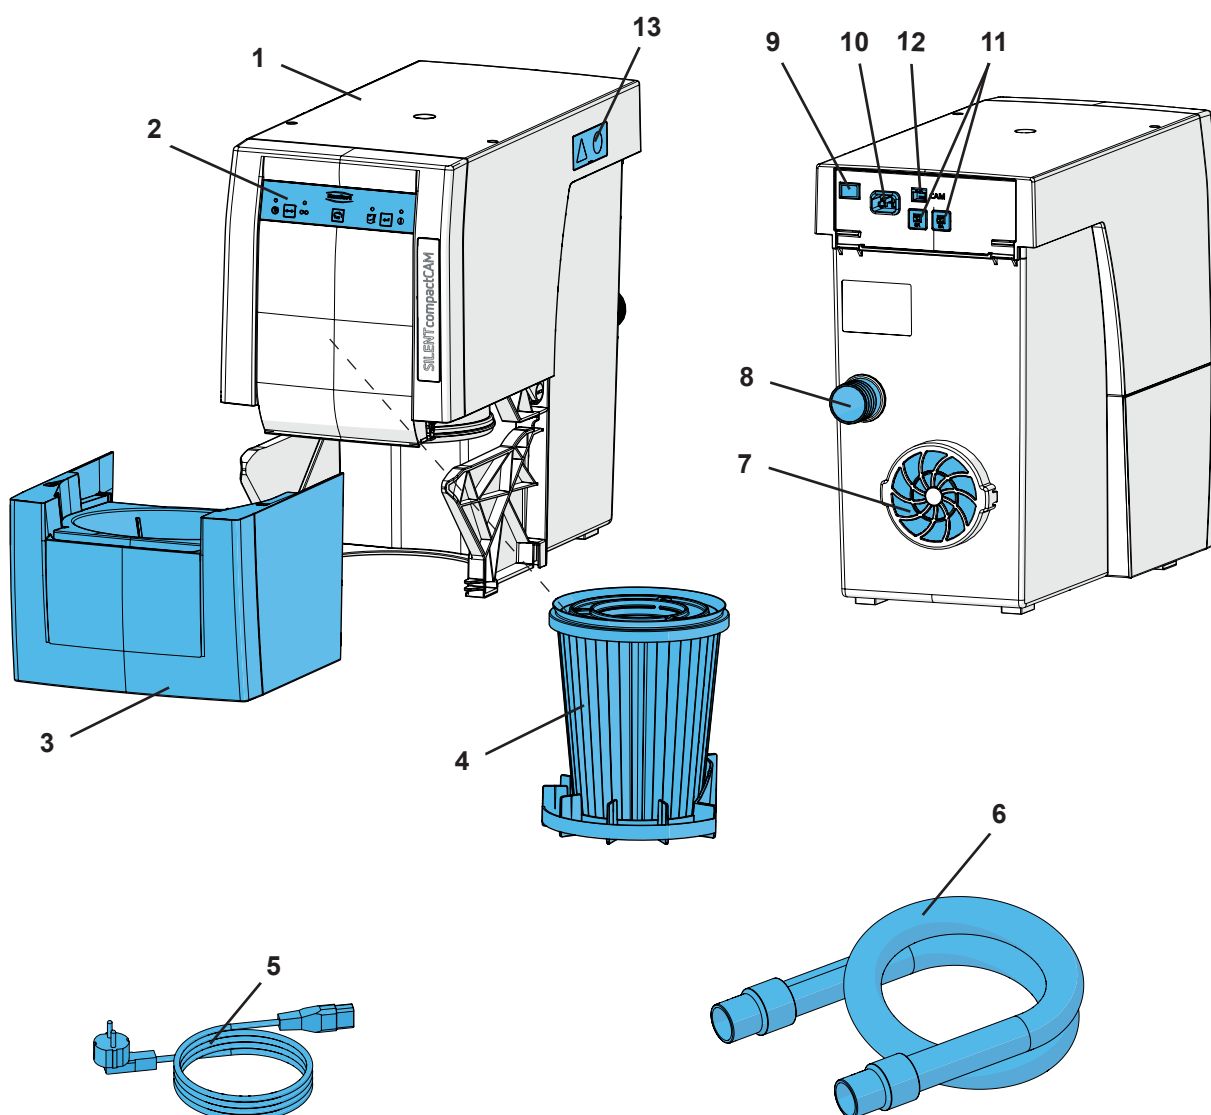

Fig. 1
- L'evacuazione dell'aria di scarico (7, Fig. 1) non sia ostacolata.
- Apertura sul lato posteriore dell'armadio, misure min. 250 x 120 mm, direttamente davanti all'uscita dell'aria (7, Fig. 1).
- ⇒ Spegnerne l'apparecchio tramite interruttore on / off (9).
- ⇒ Collegare il cavo di alimentazione (5, Fig. 1) alla presa (10).
- ⇒ Inserire il tubo di aspirazione (6, Fig. 1) sul bocchettone di aspirazione (8).